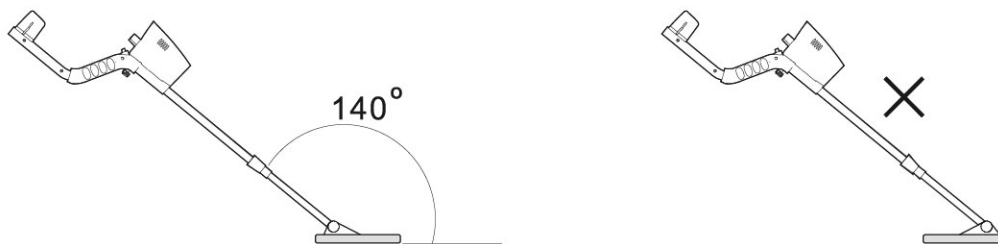

Fig.8
- Placér søgehovedet korrekt, så vinklen mellem søgehovedet og aluminiumsrøret er på ca. 140°. Vær opmærksom på, hvordan søgehovedet skal vende (Fig. 8).